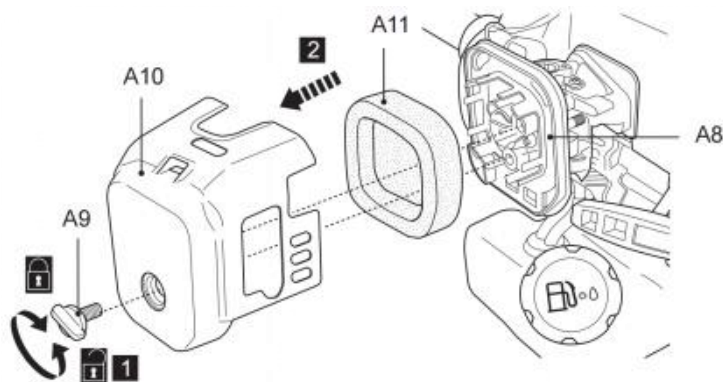

Fig. 77
1. Kontrollera luftfiltret regelbundet. Byt ut det mot ett nytt vid behov (bild 77).